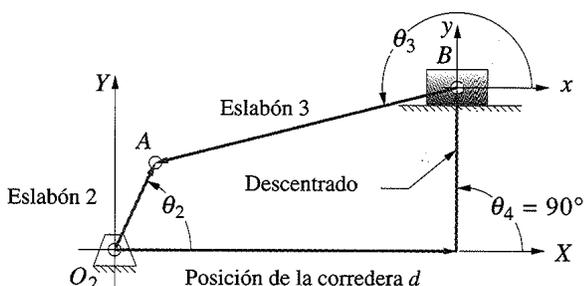

FIGURA P4-2 Problemas 4-9, 4-10, 4-60, 4-61 Configuración abierta y terminología de un mecanismo de cuatro barras manivela-corredera
- *4-9 Las longitudes de eslabón y el valor de θ_2 y descentrado de algunos mecanismos de cuatro barras manivela-corredera se proporcionan en la tabla P4-2. La configuración y terminología de los mecanismos se muestran en la figura P4-2. Para las filas asignadas, dibuje el mecanismo a escala y encuentre gráficamente todas las posibles soluciones (tanto abiertas como cerradas) para el ángulo θ_3 y la posición d de la corredera.